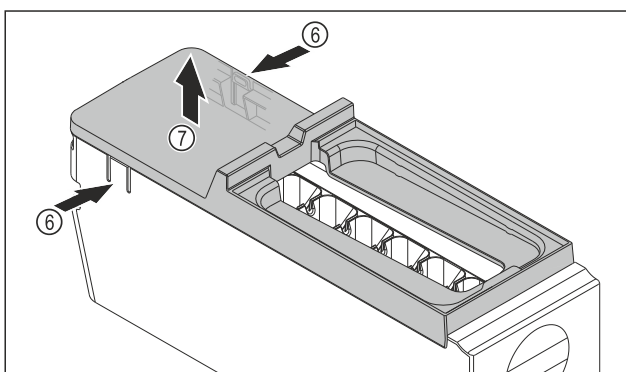

Fig. 131
- ▶ Wyjmowanie osłony korpusu EasyTwist-Ice: Docisnąć jedną ręką nakładki Fig. 131 (6) po obu stronach korpusu EasyTwist-Ice.
- ▶ Drugą ręką wyjąć osłonę Fig. 131 (7) ku górze.